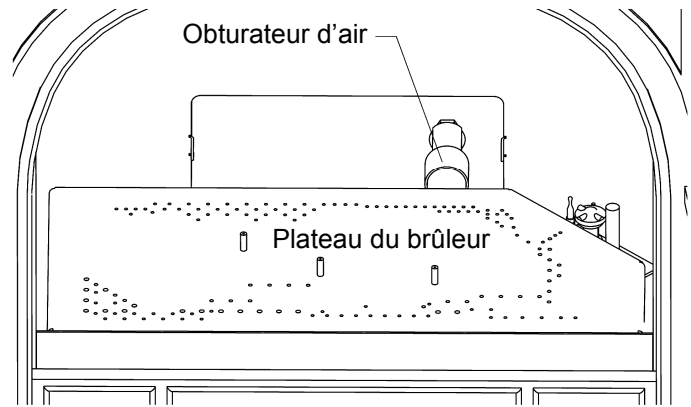

Figure 13. Retirez ensemble l'obturateur d'air et le brûleur.
7. **Retrait du plateau du brûleur** : NOTE- Aucune vis ne retient le brûleur au plancher de la chambre de combustion. Tirez l'obturateur d'air vers l'avant et soulevez ensemble le brûleur et l'obturateur d'air pour les sortir ensemble du poêle. Voir fig. 13.